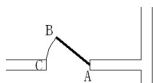

图 2.81 绘制门扇的轨迹线
(3) 选择菜单栏中的【绘图】|【圆弧】|【起点、圆心、端点】命令。
- ① 在 arc 指定圆弧的起点或 [圆心(C)]: 提示下，捕捉图 2.81 中的 B 点作为圆弧的起点。
- ② 在指定圆弧的第二个点或 [圆心(C)/端点(E)]: _c 指定圆弧的圆心：提示下，捕捉 A 点作为圆弧的圆心。
- ③ 在指定圆弧的端点或 [角度(A)/弦长(L)]: 提示下，捕捉 C 点作为圆弧的端点。
- 通过步骤①、②、③的操作指定圆弧的起点、圆心和端点，绘制出了圆弧(门扇的轨迹线)，如图 2.81 所示。